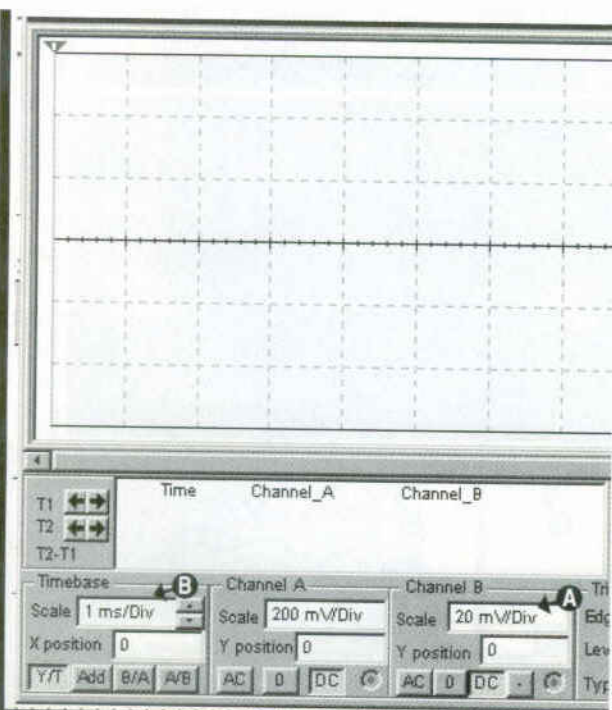

Figura 9 - Ajustando o canal B e a base de tempo
Da mesma forma precisamos agora ajustar o canal B. Como esse canal corresponde à entrada, onde aplicamos um sinal de 20 mV de amplitude, para uma boa visualização, 20 mV por divisão estarão de bom tamanho, conforme ilustra a **figura 9** em (A).